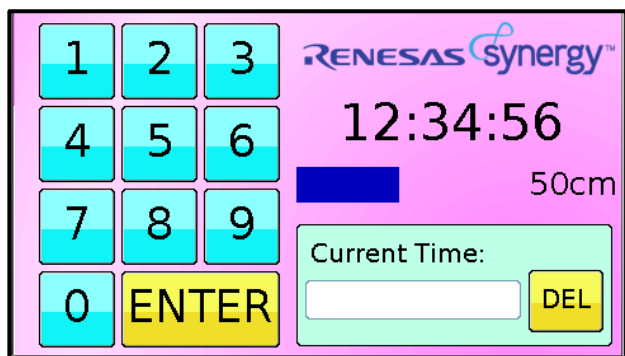

図 2-2 時刻設定画面
- 電源投入後、LCD に図 2-2 の時刻設定画面を表示し、時刻の入力を待つ (HH:MM:SS 形式)。また、自身のランダムアドレスを「01:23:45:67:89:FE」に変更した後、Advertising Packet 中に Complete Local Name として「DoorLockBLE」を設定し、Broadcast を開始する。